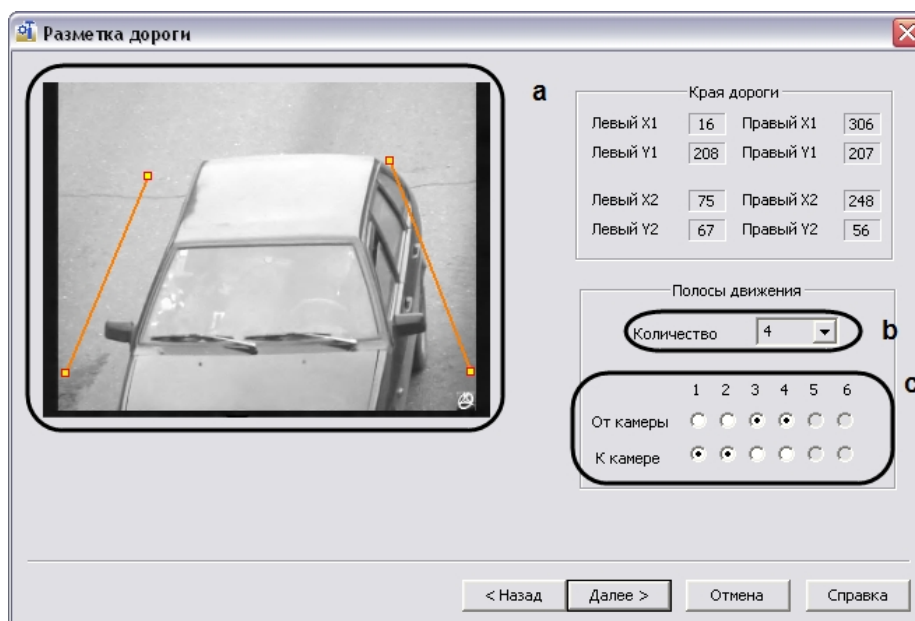

Рис. 69. Указание разметки дороги
- После выполнения указанных действий откроется окно «Разметка дороги». В окне «Разметка дороги» требуется указать границы дороги, количество полос движения и направление движения транспортных средств для каждой из полос (см. Рис. 69).
Для перехода к следующему этапу настройки требуется нажать кнопку «Далее» (см. Рис. 69).